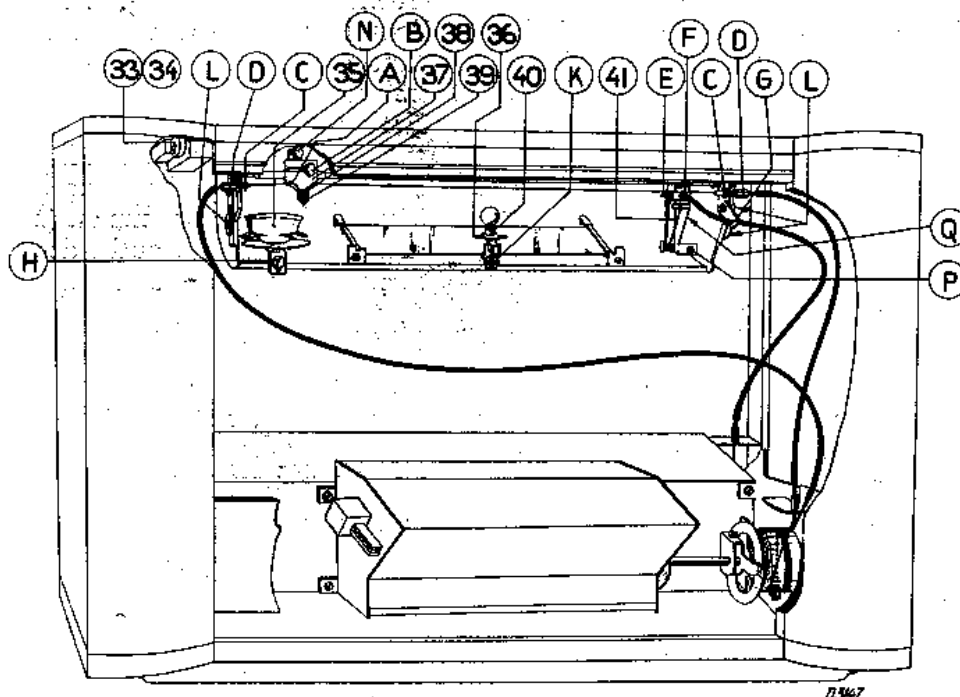
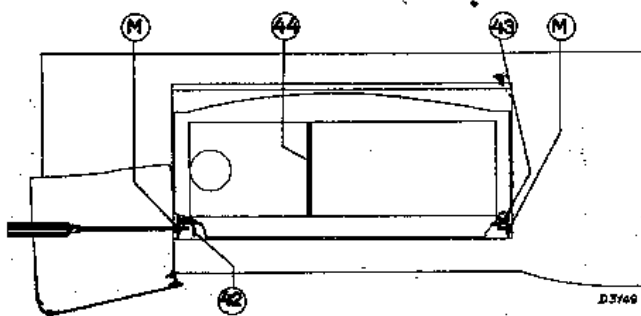

Fig. 7
Fig. 9
**Le déboîtage du châssis (voir fig. 7).**
5. La position exacte des cables d'entraînement est indiquée dans la fig. 7.
2. Dévisser d'un tour les petits boulons L (fig. 7) et repousser le cadran par sa partie avant jusqu'à ce que les 2 vis M (fig. 9) sur le dessus de l'appareil, apparaissent.
1. Dévisser la vis moletée N (fig. 7). L'aiguille et son petit étrier de serrage sont ainsi libérés et peuvent être sortis du cadran.
Celui-ci est fourni d'un seul ensemble. Après avoir dévissé les vis P et Q (fig. 7), on peut accéder facilement à cet ensemble et on peut transférer facilement les câbles à coulisse vers le nouvel indicateur. Lorsque les flèches lumineuses sur le cadran au moment de commuter sur une autre gamme d'ondes, restent partiellement masquées; il convient de vérifier s'il n'y a pas de pli dans le câble à coulisse.